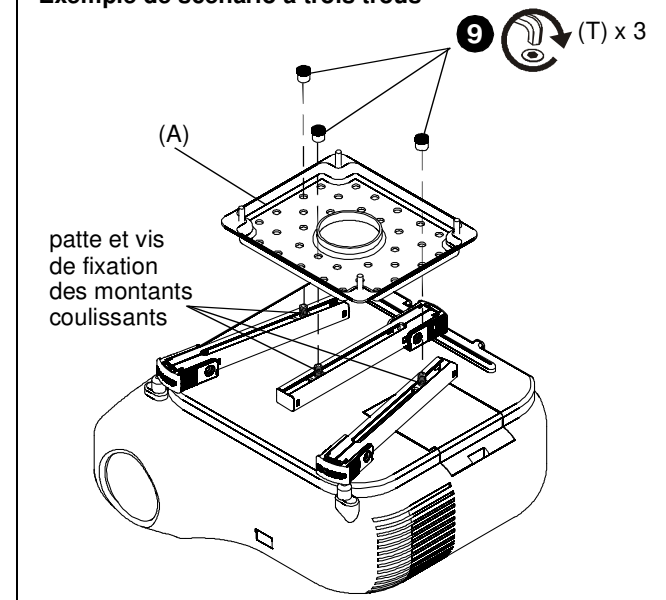
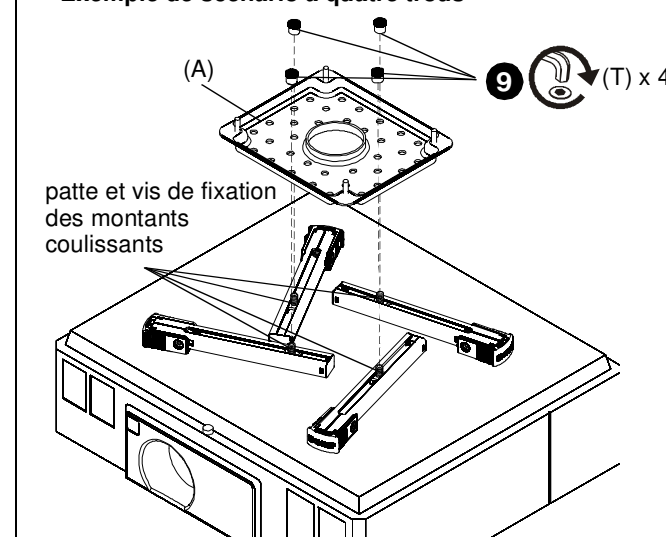

Figure 6
Figure 7
7. Manœuvrez les pieds pour que les pattes et les vis de fixation des montants coulissants se trouvent vers le milieu du projecteur. (See Figure 6) et (See Figure 7)
8. Positionnez les pattes et les vis de fixation des montants coulissants de manière à permettre un montage uniforme de la plaque principale SLBU ou SLMU (A) aux pieds. (See Figure 6) et (See Figure 7)
9. Utilisez une clé hexagonale de 1/4" (U) pour fixer les écrous Allen (T) aux vis sur les montants de fixation coulissants. (See Figure 6) et (See Figure 7)